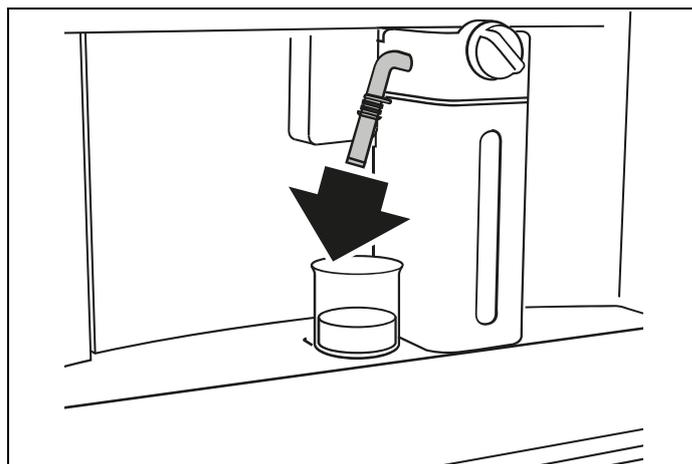

Fig. 36
- 2) Placez une tasse ou un autre récipient sous le bec verseur de mousse de lait (Fig. 36) ;